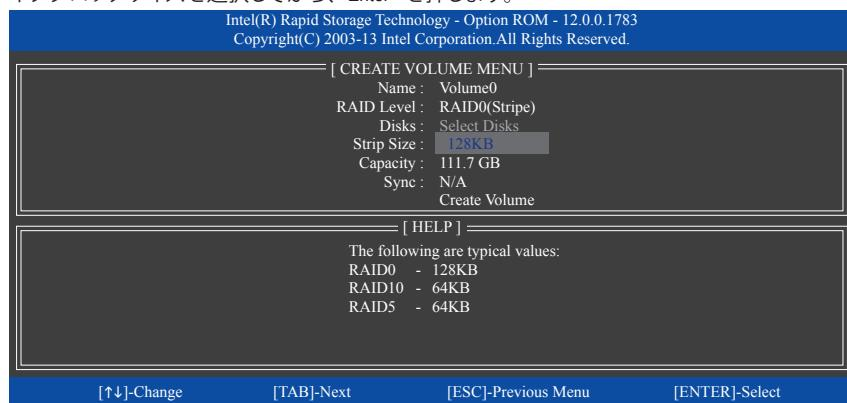

図 12
**Disks** の項目で、RAID アレイに含めるハードドライブを選択します。取り付けたドライブが 2 台のみの場合、ドライブはアレイに自動的に割り当てられます。必要に応じて、ストライプブロックサイズ(図 12)を設定します。ストライプブロックサイズは 4 KB~128 KB まで設定できます。ストライプブロックサイズを選択してから、<Enter> を押します。